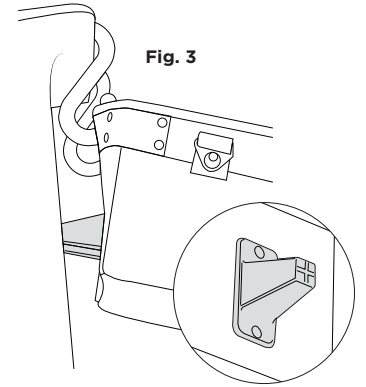

Fig. 3
- a. For aerial tool bags orientate the bag's standoffs against the bucket [fig. 3]
- a. En cuanto a los bolsos aéreos para herramientas, oriente los separadores del bolso contra la cubeta [fig. 3].